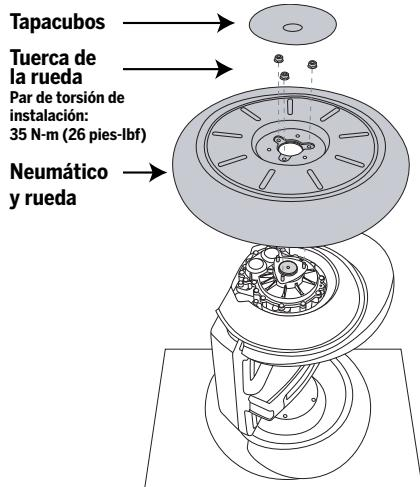
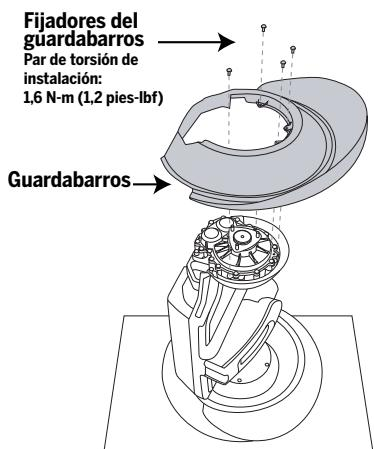

Figura 1. Cómo desmontar o instalar el conjunto de neumático y rueda
Figura 2. Cómo desmontar o instalar el guardabarros
2. Quite un neumático y guardabarros inclinando el Segway PT hacia un lado de manera que la rueda que va a desmontar quede arriba, y la otra apoyada en una superficie limpia y pareja. Consulte la figura 1.
4. Sujete la rueda para que no gire y quite sus (3) tuercas con una llave de cubo de 13 mm de profundidad. Necesitará las (3) tuercas para reinstalar la rueda.
6. Con una llave de punta T20 de seis lóbulos, quite los (4) fijadores que sujetan el guardabarros a la caja de cambios y retire el guardabarros. Necesitará los (4) fijadores para reinstalar el guardabarros. Consulte la figura 2.
10. Para volver a instalar el guardabarros, coloque el guardabarros de modo que quede alineado con los orificios de la caja de cambios. Consulte la figura 2.
11. Introduzca los (4) fijadores a través del guardabarros y en la caja de cambios. Con una llave de punta T20 de seis lóbulos, apriete el fijador aplicando 1,6 N·m (1,2 pies-lbf).
12. Para volver a instalar la rueda, coloque el conjunto de neumático y rueda sobre los (3) pivotes roscados. Consulte la figura 1.